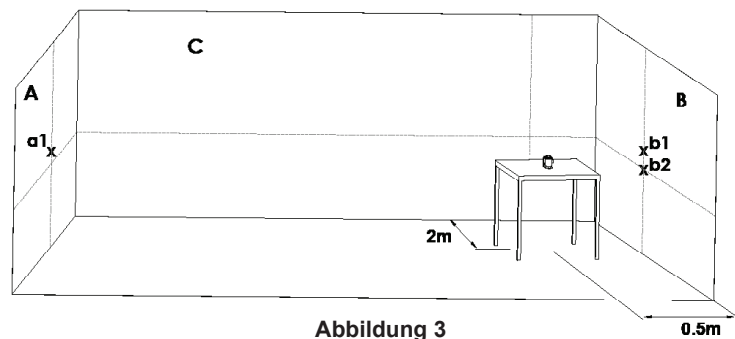

Abbildung 3
- 11) Markieren Sie auf der Wand B den Schnittpunkt der Linien als Punkt b2. (siehe Abbildung 3).